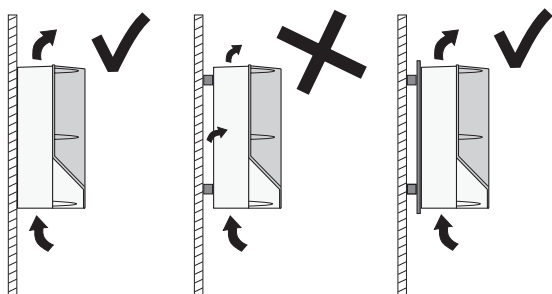

Рис. 126 Вешайте CUE непосредственно на стену или устанавливайте на крепежную пластину с проставками
- Вешайте корпус CUE непосредственно на стену или устанавливайте на проставки, но с применением крепежной пластины для обеспечения поступления достаточного количества воздуха для охлаждения. См. рис. 126.
$\Delta T$  - разность между температурой охлаждающего воздуха на выходе и на входе (температурой окружающей среды). См. рис. 126.